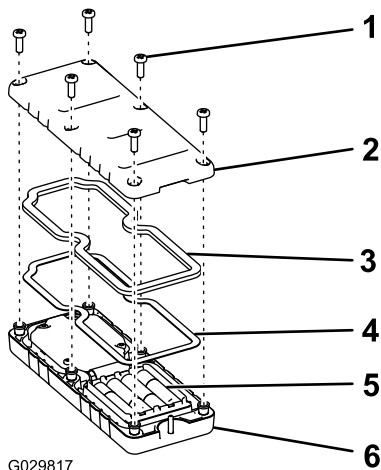

Figura 31
1. Togliete le 6 viti dalla parte posteriore del telecomando e togliete il coperchio (Figura 31).
5. Riposizionate il coperchio e fissatelo con le 6 viti precedentemente rimosse (Figura 31) e serratele a una coppia di 1,5-1,7 N·m.